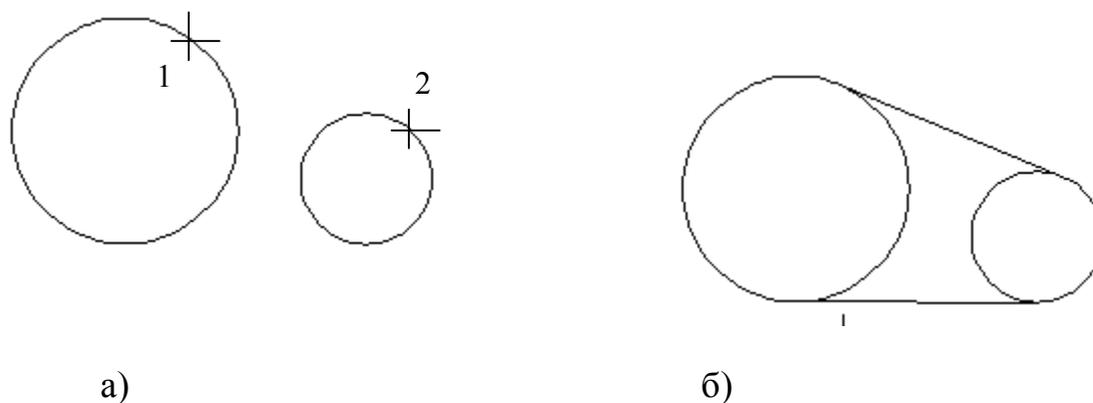

Рис.3.1 Построение касательных к двум окружностям
Построить касательные к двум окружностям заданных радиусов (Рис. 3.1). Окружности показаны на Рис. 3.1. а.
3. Щелкнуть мышью в точке 1 (Рис. 3.1. а).
5. Щелкнуть мышью в точке 2 (Рис. 3.1. а).
Результат построений показан на Рис. 3.1.б.